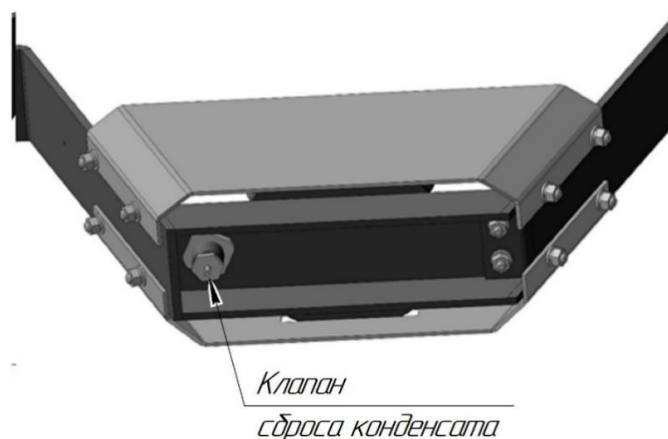

Рисунок 2.1
– При работе, когда температура окружающей среды выше 0°C, через каждые 24 часа работы комплекса, необходимо сливать конденсат из магистрали мачты, путем нажатия на клапан, расположенный на основании под мачтой (Рисунок 2.1).
– При работе, когда температура окружающей среды ниже 0°C, после каждого складывания мачты, необходимо сливать конденсат из магистрали мачты, путем нажатия на клапан, расположенный на основании под мачтой (Рисунок 2.1).